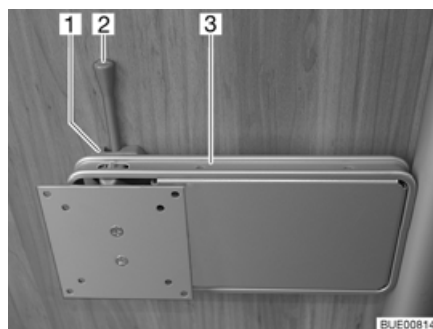

Fig. 90 Supporto su colonna
- Spingere di lato la leva di sbloccaggio (Fig. 90,2) e ruotare il supporto (Fig. 90,3) con lo schermo piatto nella posizione desiderata.
- Riportare indietro lo schermo piatto finché il supporto (Fig. 90,3) non si innesta nel bloccaggio (Fig. 90,1).